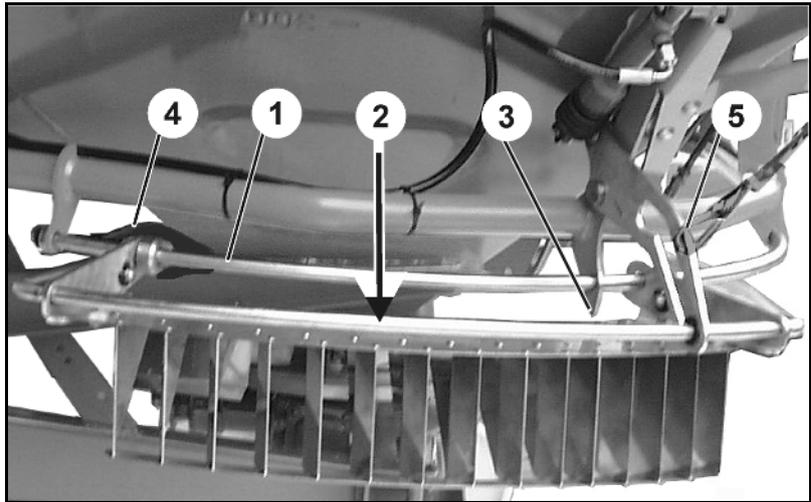

Fig. 81
1. Die Grenzstreuschaufel (Fig. 81/1) aus der Halterung (Fig. 81/2) entnehmen.
2. Die lange Streuschaufel (Fig. 81/3) der linken Streuscheibe (Fig. 81/4) demontieren.